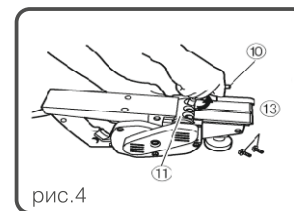

рис.4
- Ослабьте три болта, удерживающих держатель, режущего лезвия с помощью торцового ключа из стандартных принадлежностей, как показано на рис.4.